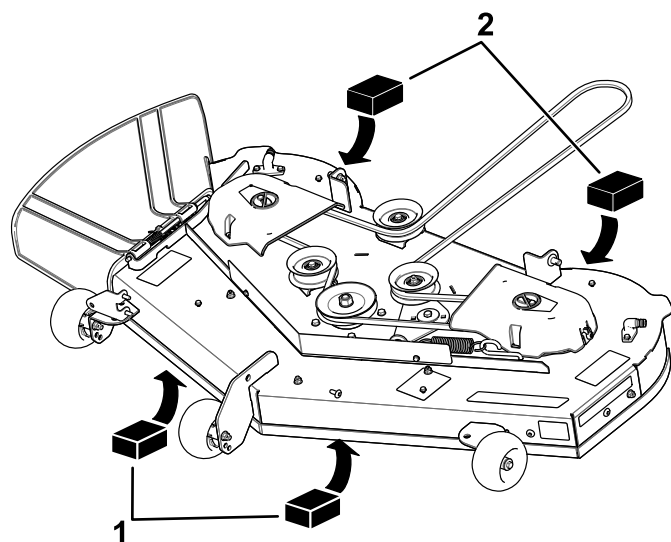

Figure 62
4. Placez deux cales de 6,6 cm (25/8 po) d'épaisseur chacune sous chaque côté du bord avant du tablier de coupe, mais pas sous les supports des galets anti-scalp (Figure 62).
5. Placez deux cales de 7,3 cm (27/8 po) d'épaisseur chacune sous le bord arrière de la jupe du tablier de coupe, une de chaque côté (Figure 62).